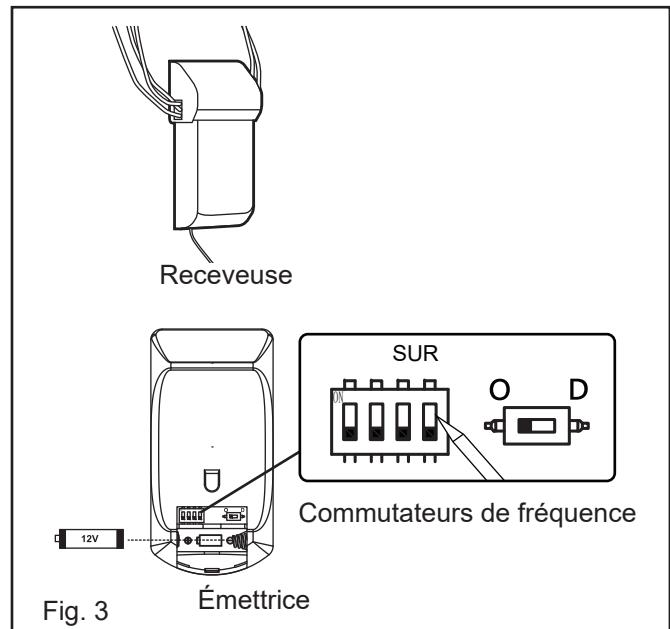

Fig. 3
A. Instale las baterías incluidas con el transmisor. (Fig. 3)
B. Seleccione la configuración de frecuencia deseada desde la parte posterior del transmisor de control remoto. (Fig. 3) Cambia la configuración de frecuencia organizando los pequeños interruptores numerados del 1 al 4 en la posición hacia arriba o hacia abajo, haciendo posible 16 frecuencias o combinaciones diferentes. Cada vez que cambie la frecuencia de un ventilador, debe completar el proceso de emparejamiento como se describe anteriormente.
A. Installez les piles fournies avec l'émetteur. (Fig.3)
B. Sélectionnez le réglage de fréquence souhaité à l'arrière de l'émetteur de la télécommande. (Fig. 3) Vous modifiez le réglage de fréquence en plaçant les petits commutateurs numérotés de 1 à 4 en position haute ou basse, ce qui permet 16 fréquences ou combinaisons différentes. Chaque fois que vous modifiez la fréquence d'un ventilateur, vous devez terminer le processus de couplage comme décrit ci-dessus.